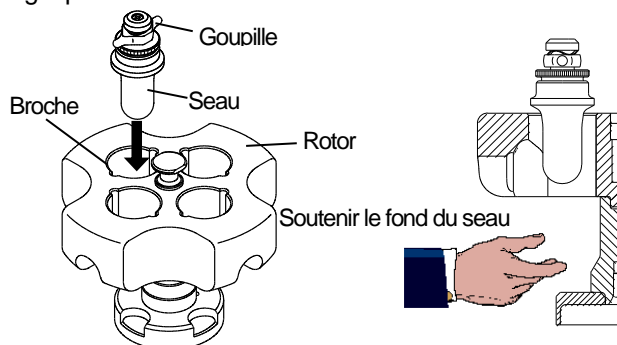

Fig. 3-8 Démontage / montage des seaux
3) Desserrer le bouchon du seau. Voir Fig. 3-8 pour le démontage des seaux du rotor du S50ST,